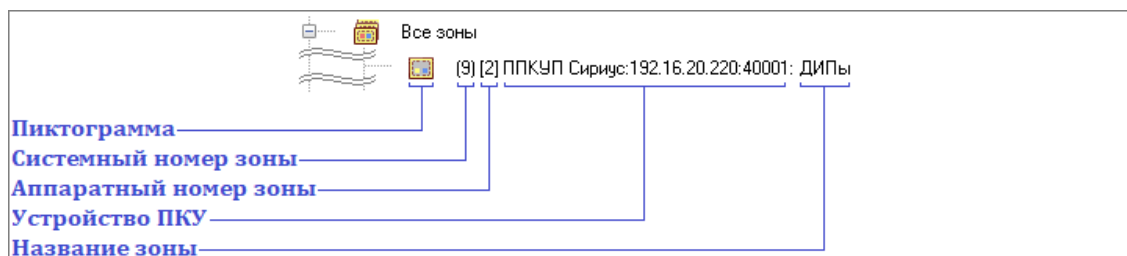

Рисунок 6-289 Отображение объекта "Аппаратная зона" в дереве зон как принадлежащего узлу "Все зоны"
- узлу «Все зоны» (см. Рисунок 6-289),